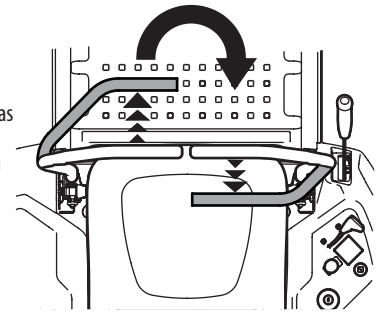

Figura 34
2. Para girar en el sentido de las agujas del reloj, mueva la palanca de control de la transmisión izquierda hacia adelante mientras mueve simultáneamente la palanca de control de la transmisión derecha hacia atrás. Consulte la Figura 34.